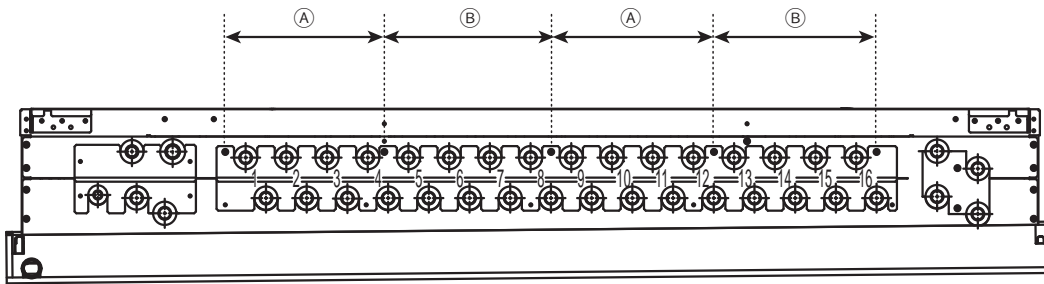

Abb. 9-4-2
- Beim Anschluss von Rohrverbindungssätzen an HBC-Anschlüsse können die verzweigten Seiten der Rohrverbindungssätze nicht an Kombinationen der Anschlüsse „4 und 5“, „8 und 9“ oder „12 und 13“ angeschlossen werden. (Siehe Abb. 9-4-2.)
- Die HBC-Steuerung besitzt zwei Pumpen. Jede Pumpe eignet sich für eine Leistung der Innengeräte von W(P)175. Stellen Sie sicher, dass die Gesamtleistung der an „Anschlüsse 1 bis 4 und 9 bis 12“ oder „5 bis 8 und 13 bis 16“ angeschlossenen Innengeräte W(P)175 nicht überschreitet. (Siehe Abb. 9-4-2.)
(1) Kältemittelleitung zwischen Außengerät und HBC-Steuerung (A, A₁, A₂, und A₃)